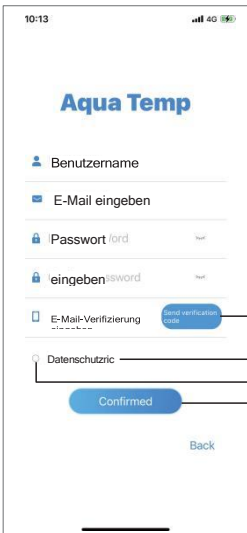

Abb.2 Benutzerregistrierungsoberfläche
- 9 Klicken Sie auf "Bestätigt", das Koppeln des Geräts ist abgeschlossen (Abb. 2)
- 11 Klicken Sie auf das Gerät, um direkt zur Hauptschnittstelle des Geräts zu springen (Abb. 2)